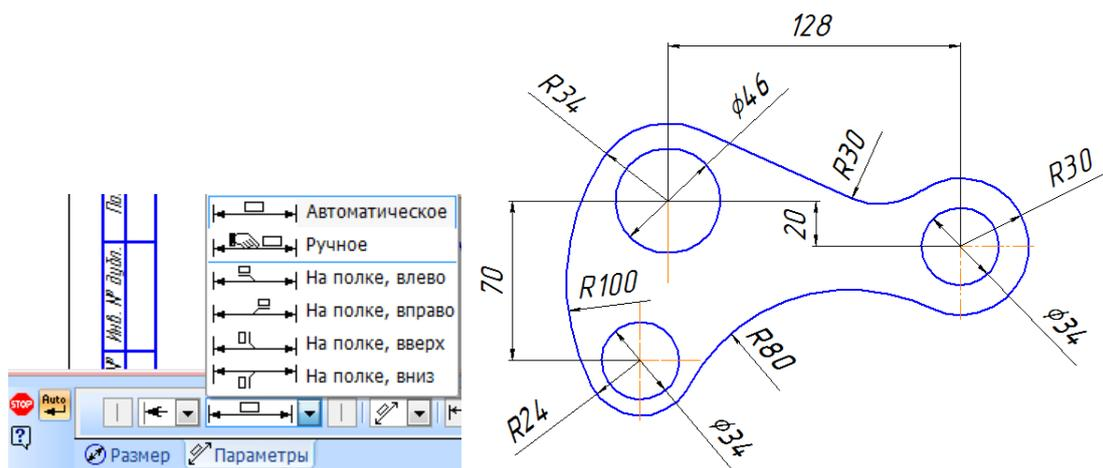

Рисунок 31
6. Используя чертеж детали на рисунок 31 в качестве образца, проставьте все необходимые размеры. При простановке некоторых радиусов ($R30$, 80 , 100) необходимо в строке параметров выбрать радиальный размер не от центра окружности , а в параметрах - *Ручное* размещение (рисунок 31).